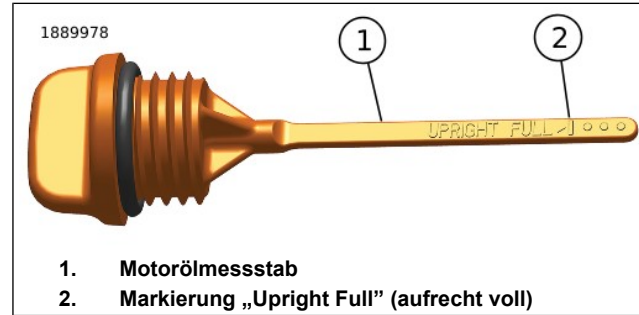

Abbildung 53. Motorölmessstab (Markierung „Upright Full“ [aufrecht voll])
- e. Abbildung 53 Der Ölstand muss bis zur Markierung „Upright Full“ (voll, aufrecht) (2) reichen.
16. Siehe Abbildung 53. Nur soviel Öl nachfüllen, dass der Ölstand die Markierung „add quart“ erreicht.